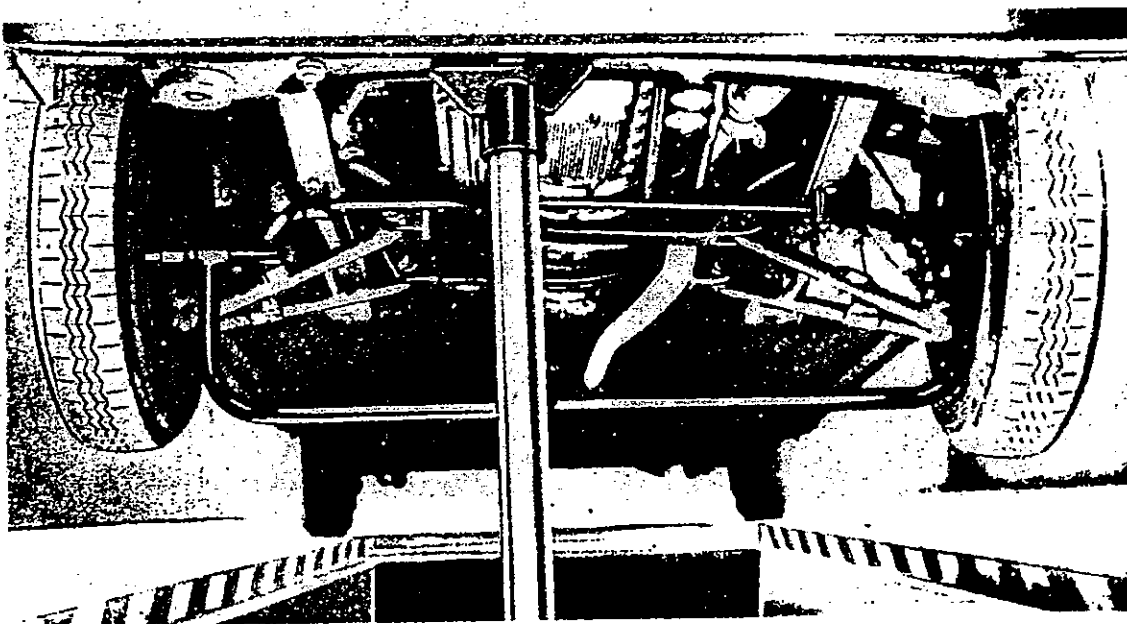

Fig. 04/1 - Contrôle ouverture roues AV.
fourches (fig. 04/2).
- Baisser la voiture et, avec roue braquée vers l'extérieur, porter la suspension AV aux conditions de charge statique (10 à 15 mm entre tampon de chocs et butée respective sur le bras inférieur), après quoi, d'abord sur un côté, puis sur l'autre, la fixer dans cette position en appliquant au support 8043113 la fourche extérieure et à la fourche l'axe de retenue. La vis supérieure de la fourche sert pour régler, si nécessaire, la position de la suspension en charge statique (fig. 04/3).